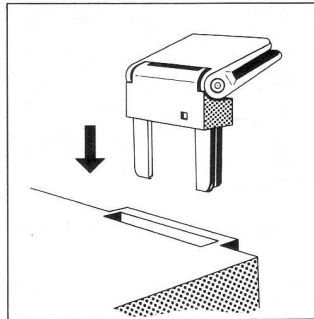

Fig. 5
- Scharniere **2** in die dafür vorgesehenen Aussparungen einstecken (Fig. 5).